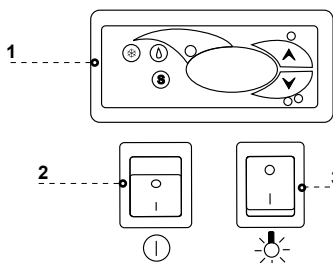

Abb.8 Steuerungspaneel
- Hauptschalter-Taste drücken Abb.8/2 (S.27), dadurch wird das Einschalten der Temperaturregelung und Aggregats gelöst
- Auf dem Temperaturregelung-Panel Abb.8/1 (S.27) die Temperatur a einstellen (für Bedienung siehe S.32 oder 33)
- Beleuchtungs-Taste drücken Abb.8/3 (S.27)